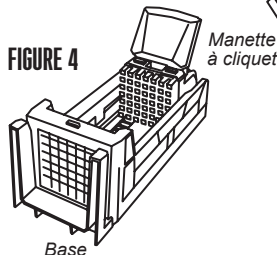

FIGURE 4
4. Placez la manette à cliquet/le poussoir au fond de la base (**FIGURE 4**).